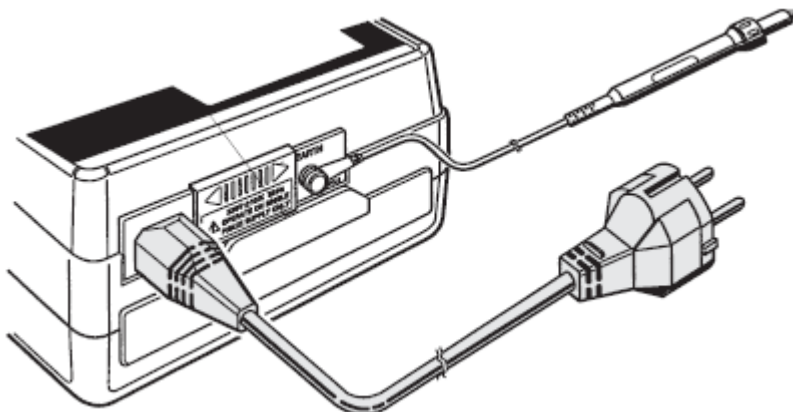
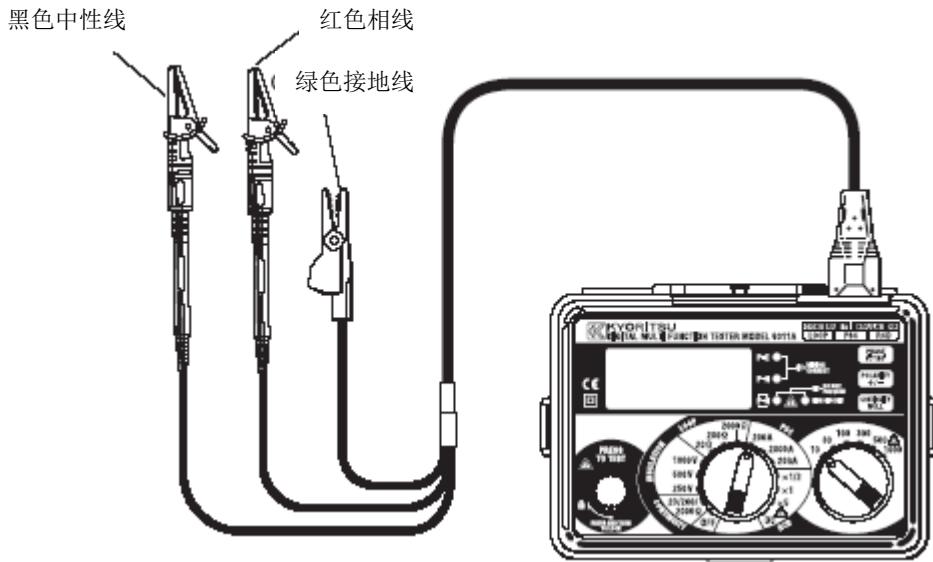

图 9
图 10
2. 测试线连接仪器的 IEC 插座上。(图 9)
4. 仪器与被测 RCD 连接，可使用合适的插座（图 9）或 OMA DIEC（MODEL7133）测试线（图 10）。